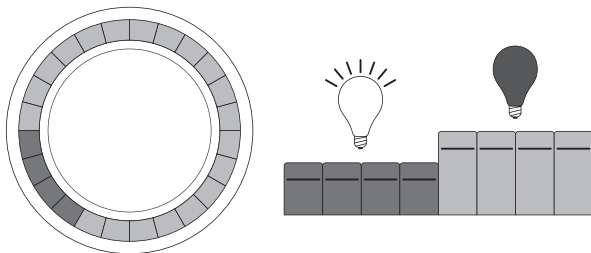

Рисунок 4. Программирование секторов таймеров
5.8. Программирование секторов таймеров (Рисунок 4):